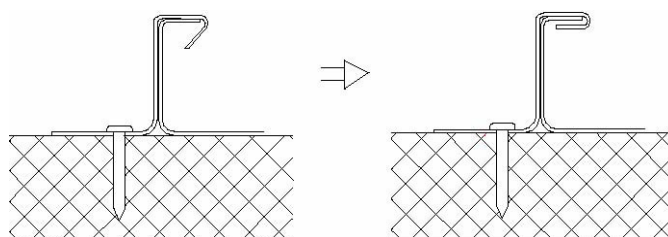

рис. 4: Загибание переднего края крепления
- После установки и фиксации кляммера передний край необходимо загнуть и прижать к нижней части (рис. 4).